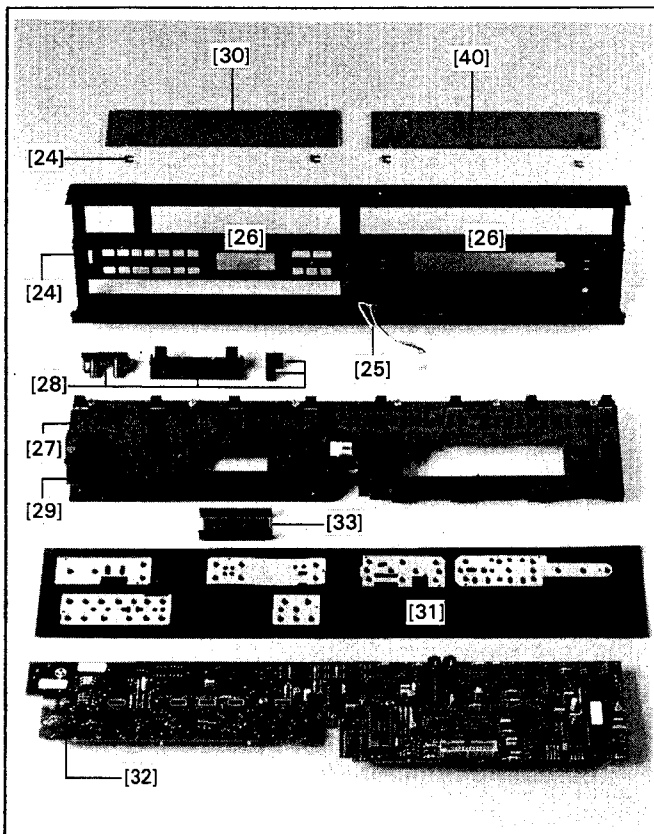
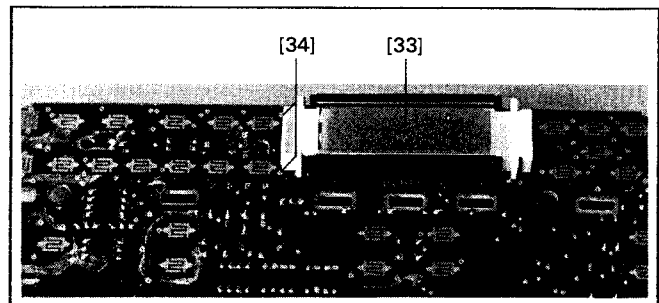

Fig.2.8
Fig.2.9
Lors du démontage du MICROPROCESSOR BOARD, le LC-Display (33) risque de tomber! Il se compose d'un petit morceau de verre et est posé sur deux bandes de caoutchouc conducteur (34) posées à leur tour sur le MICROPROCESSOR BOARD (Fig.2.8, Fig.2.9).